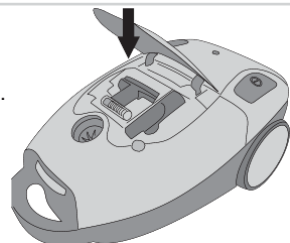

Figure 8 Rangement des accessoires
- un suceur à meubles, destiné aux revêtements de meubles, rideaux, etc. Ces accessoires se rangent dans le compartiment de rangement, voir la figure 8.